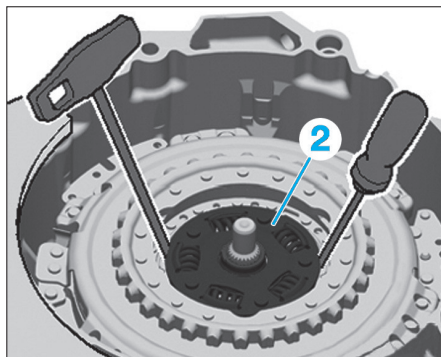

Fig. 2
- A l'aide d'un crochet et d'un tournevis, extraire le moyeu (2) (Fig.2).